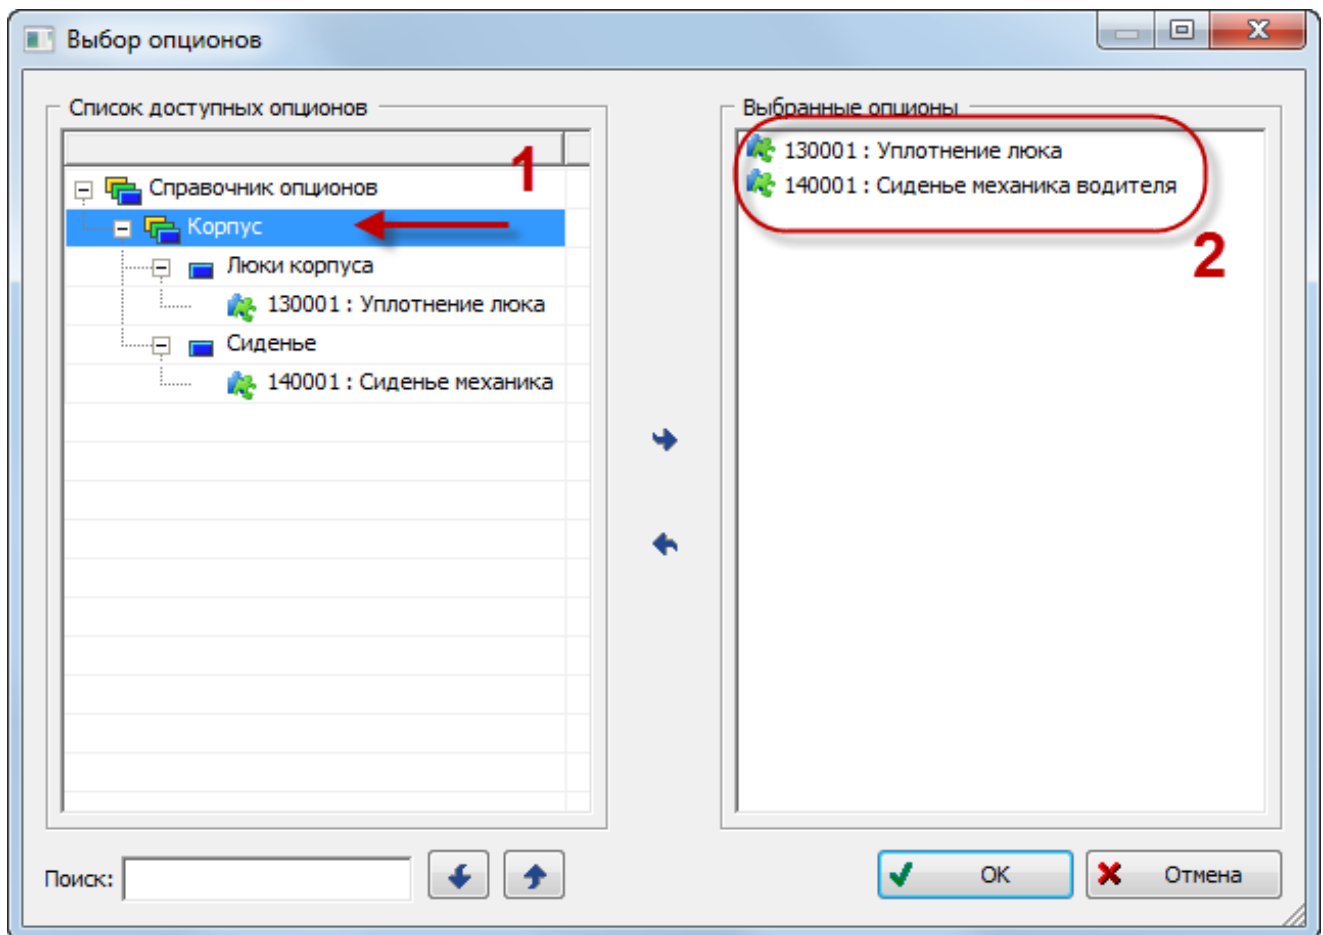

Рис. 13-46 – Добавление опционов в конфигурационный базис
2) Раскрыть дерево справочника опционов и выделить раздел справочника. Для выбора всех опционов, входящих в раздел, щелкнуть два раза левой кнопкой мыши по названию раздела. Выбранные опционы отобразятся в окне «Выбранные опционы» (1 и 2 на рис. 13-46). Для выбора отдельного опциона необходимо выделить его в справочнике, затем нажать кнопку «Выбрать»  для переноса опциона в окно «Выбранные опционы».